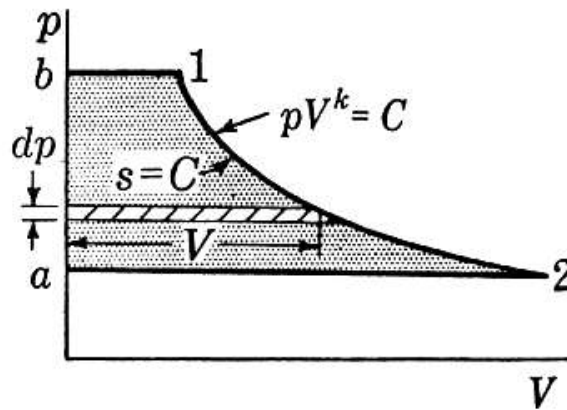

Figura 2.5 Proceso isentrópico: El área 1 – 2 – a – b , representa $\Delta K + W = Q - \Delta H$.
- ➔ Examinemos el trabajo elemental Vdp de la Figura 2.5 siguiente en el que el sistema experimenta un **proceso reversible estacionario** (régimen permanente)::